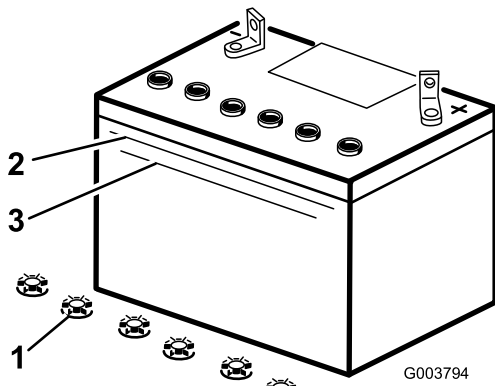

Figure 35
3. Observez le côté de la batterie. Le niveau de l'électrolyte doit atteindre le trait supérieur (Figure 35). Le niveau d'électrolyte ne doit pas descendre au-dessous du trait inférieur (Figure 35).
3. Enlevez les bouchons de remplissage de la batterie (Figure 35).
4. Versez de l'eau distillée avec précaution dans chaque élément jusqu'au repère supérieur (Figure 35) sur le côté de la batterie.
5. Attendez cinq à dix minutes après avoir rempli les éléments. Au besoin, ajoutez de l'eau distillée pour amener le niveau jusqu'au repère supérieur sur le côté de la batterie (Figure 35).